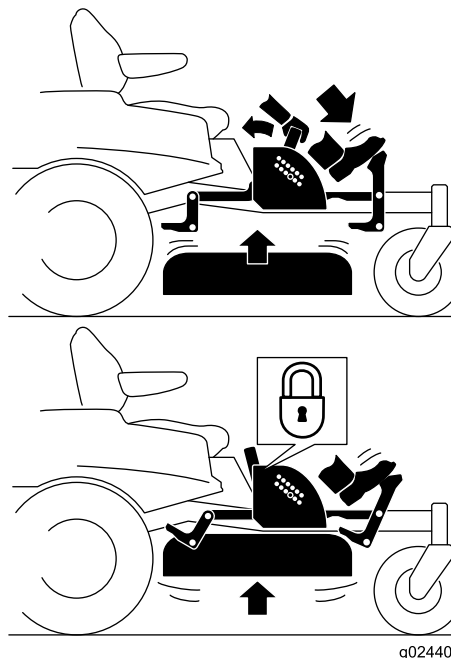

Figura 27
- Pise el pedal de elevación de la carcasa para levantarla; siga pisando el pedal hasta que la carcasa quede bloqueada en la posición de transporte (**Figura 27**).
- Pise el pedal de elevación de la carcasa y tire hacia atrás de la palanca de bloqueo de transporte para desactivar el bloqueo de transporte (**Figura 27**).
4. Pise el pedal de elevación de la carcasa y tire hacia atrás de la palanca para desactivar el bloqueo de transporte (**Figura 27**).